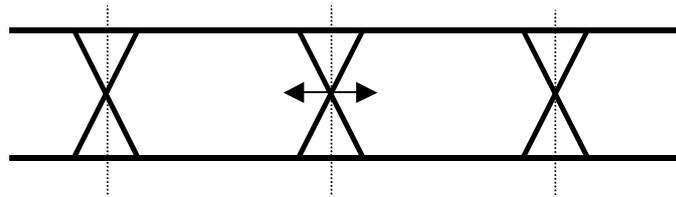

図5.1.1-2 Half Period Jitter 設定
- [10] データ出力信号の Half Period Jitter 設定を行います。この設定により、アイパターンを観測した場合、図5.1.1-2のように Cross Point を時間軸方向に調整することができ、初期値 0 で隣り合うアイパターンの幅が等しくなります。